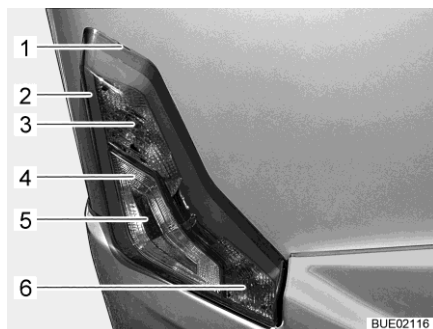

Fig. 313 Luces traseras
- Insertar una herramienta plana en la entalladura (Fig. 313,1) y desmontar la carcasa usando la herramienta con precaución como palanca.